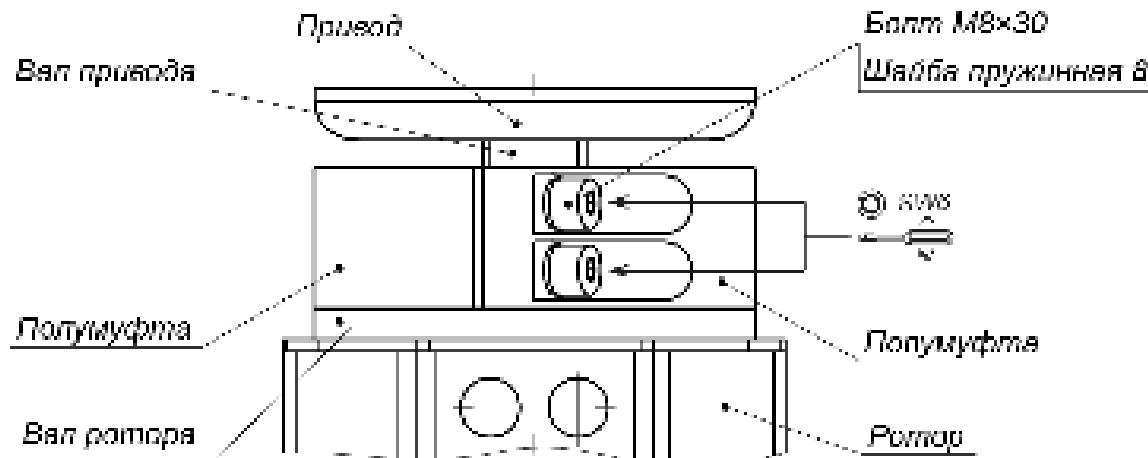

Рисунок 17. Муфтовое соединение вала привода с валом ротора.
- Соедините верхний вал ротора с валом привода исполнительного механизма двумя полумуфтами (4) и четырьмя болтами M8×30 с пружинными шайбами 8 (ключ SW6) (см. рис. 17). Будьте осторожны, полумуфты имеют большой вес, не допускайте их падения во избежание травм!
2. Снимите полумуфты (см. рис. 17), отвернув 4 болта M8 муфтового соединения (4). Будьте осторожны! Удерживайте ротор и полумуфты от падения.